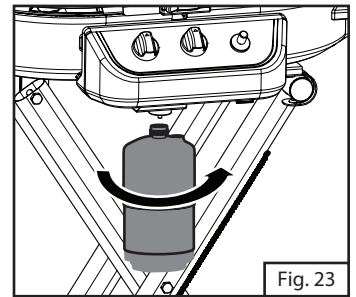

Fig. 23
2. Quite el tapón plástico del cilindro de propano y enrosque el cilindro en el regulador apretándolo con la mano. (Fig. 23)